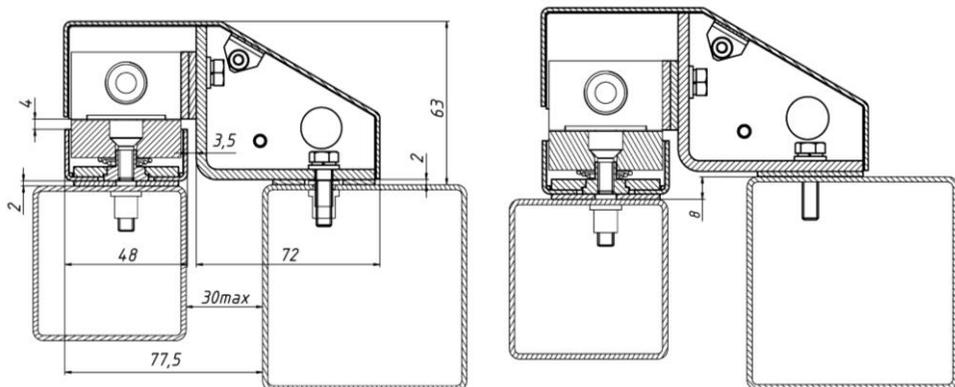

Рисунок 3
Корпус замка монтируется на кронштейне через две пластины корпуса (4) болтами М6х20 (9) с шайбами (14, 16). Корпус замка можно закрепить на кронштейне так, что плоскость створки и стойки будет расположена на одном уровне или со смещением 8мм (рисунок 3).